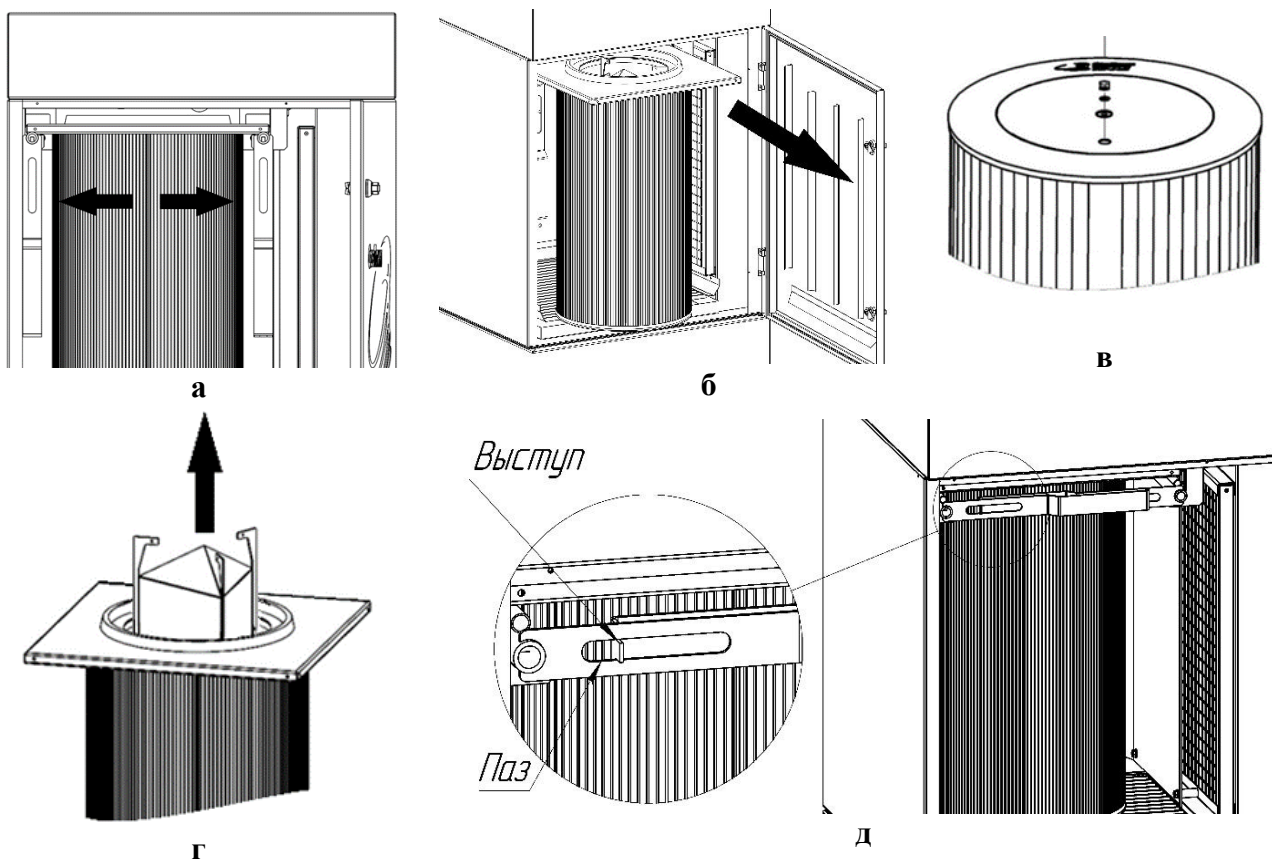

Рисунок 9
- 1) разжать защёлки и открыть дверцу в нижней части фильтра (рисунок 9а);
- 2) извлечь пылесборник (рисунок 9б);
- 2) перевести рычаги в положение «открыто» (рисунок 9а).